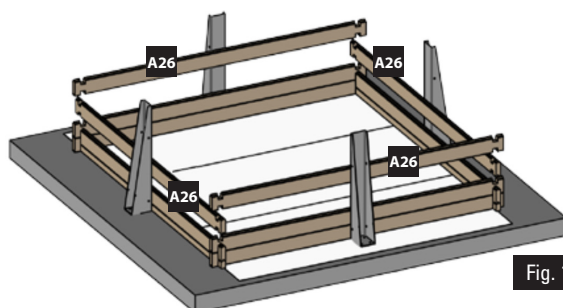

Fig. 18 / Abb. 18 / Afb. 18
3rd LAYER OF BOARDS: Install the third layer of boards as shown in figure 18. The position of the refilling fitting with the key and the skimmer should be defined at the start of the assembly (read the specific paragraphs).
3ÈME RANGÉE MADRIERS : Positionnez les madriers de la 3ème rangée conformément à la figure 18. Vous devez avoir déterminé l'emplacement de la buse de roulement et du skimmer dès le début du montage (voir paragraphes spécifiques).
3. BRETTERRIHE: Platzieren Sie die Bretter der dritten Reihe laut Abb. 18. Zu Beginn der Montage müssen Sie die Lage des Druckventils und des Skimmers festlegen (lesen Sie hierzu die entsprechenden Abschnitte).
3ª RIJ PLANKEN: Plaats de planken van de derde rij zoals te zien is op afbeelding 18. U moet al bij aanvang van de montage bepalen op welke plaats het uitstroombandstuk en de skimmer moet komen (less de betreffende paragrafen).